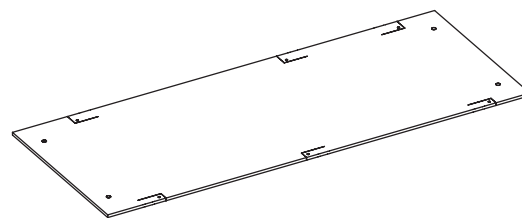

Рисунок 4.9
- 4.1) Зафиксируйте монтажный шаблон, убедившись, что поверхность без текста выступает (Рисунок 4.9 - 4.10);